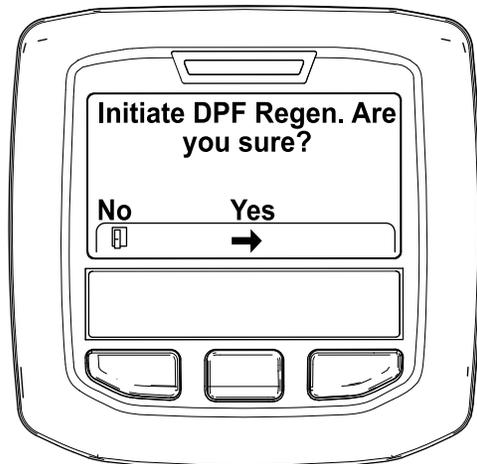

Figure 32
4. Quand le message « Initiate DPF Regen. Are you sure? » (lancer régénération FAP. Êtes-vous sûr(e)?) s'affiche, appuyez sur le bouton central (Figure 32).